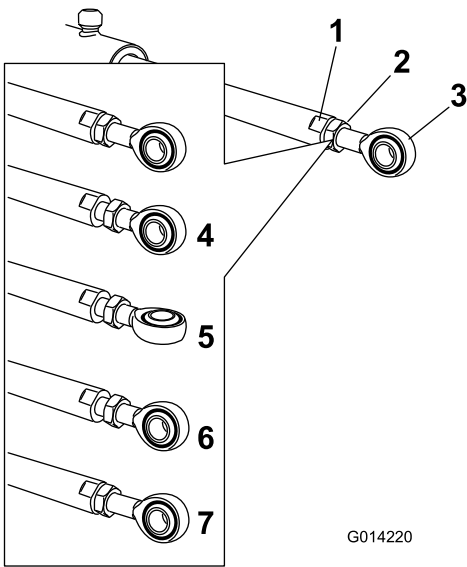

图 97
4. 在提升器杆的平整侧用扳手进行固定然后松开锁紧螺母以便使用孔眼杆图 97。
5. 转动提升器杆上的孔眼杆将延伸的提升器缩短或延长至所需的位置图 97。